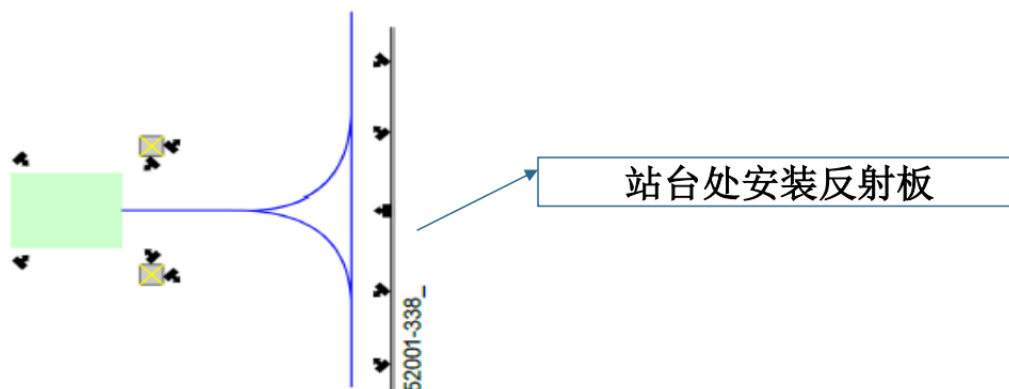

图7-8 对接处布置反光条样例
- 需要高精度定位精度时，可以多布置一些反光板，如图 7-8 所示：